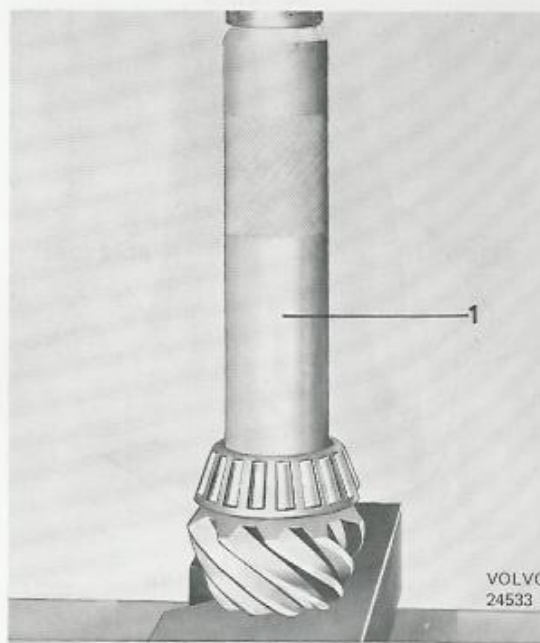
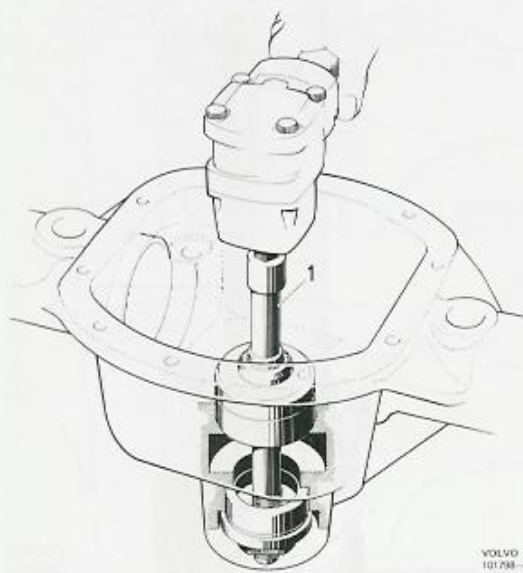

Bild 52. Montering av bakre pinjonglager
Bild 53. Montering av lagerringar
4. Pressa bakre lagret på pinjongen med hylsa SVO 2395 för typ 23, 27, 30 och SVO 2842 för typ 31, se bild 52. OBS! Den bricka som ligger under bakre lagrets innerring på en ny Volvo-växel skall **inte** monteras vid renovering. Lagg i de uppmätta justermellanläggen och pressa i båda lagrens ytterringar med verktyg SVO 2688 för bakväxel typ 23, SVO 2686 för typ 27, 30 och SVO 2845 för typ 31, se bild 53.